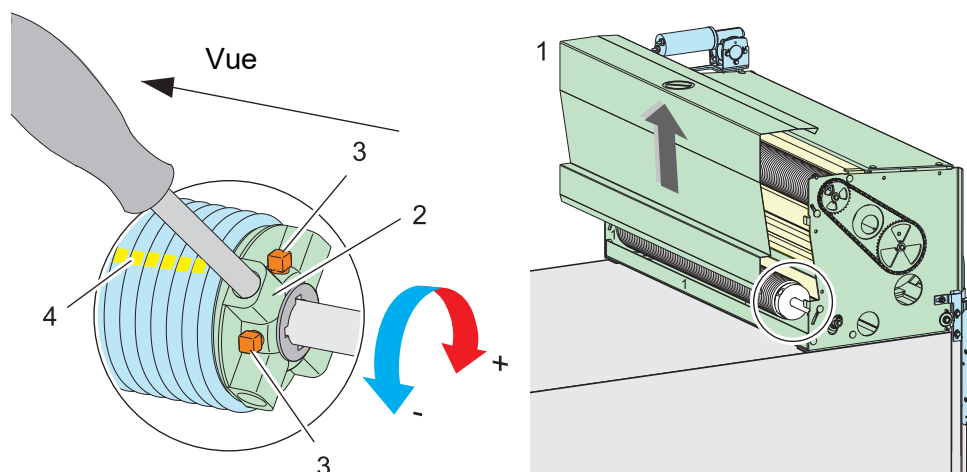

Fig. 25
- S'assurer que le contacteur de porte (2) est fixé à la position de montage supérieure
- Positionner l'équerre (1) avec l'actionnement du contacteur sur le contacteur de porte (2) de manière à ce que le contacteur de porte (2) soit actionné. Si l'équerre (1) ne peut pas être positionnée entièrement sur une lamelle, déplacer le contact de porte en conséquence dans ses trous oblongs
- Fixer l'équerre (1) à la lamelle avec 6 vis
- Régler la distance (X) en fonction du contacteur de porte utilisé en ajustant le contacteur de porte (2)
- S'assurer que le tampon de butée (5) (amortissement en fin position finale) est comprimé lorsque la distance (X) est atteinte. Si nécessaire, le régler
- Remonter le recouvrement (Pos 1, Fig. 25)